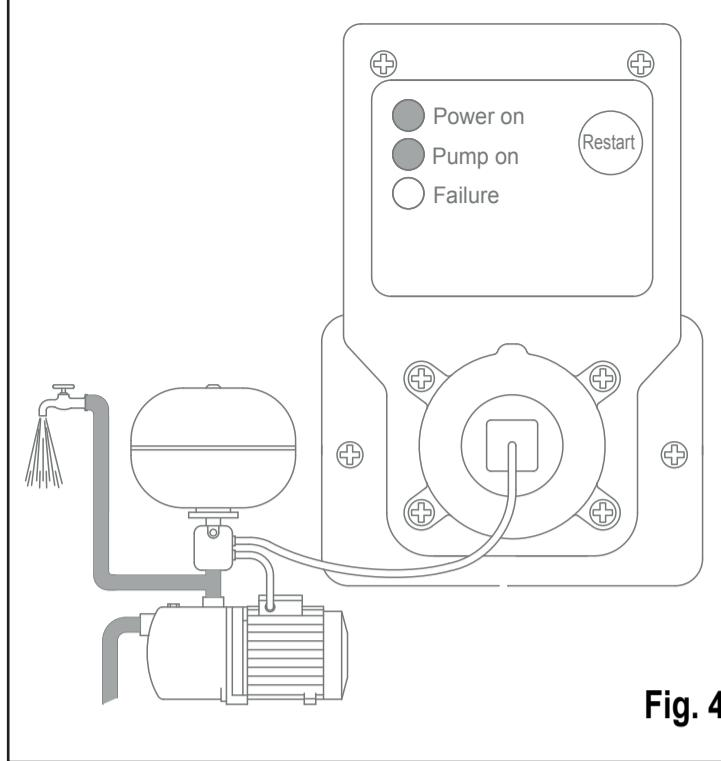

Fig. 4
- Les données du moteur ont été acquises et l'appareil est désormais capable de protéger la pompe (Fig. 4).
- Warten Sie einige Sekunden, bis die rote Led „Failure“ erlischt. Die Motordaten wurden erfasst und das Gerät ist jetzt in der Lage, die Pumpe zu schützen (Abb. 4).
- Подождите несколько секунд, пока красный индикатор «Failure» не погаснет. Данные электродвигателя собраны, защитное устройство готово к работе (рис.4).
- Wacht enkele seconden tot de rode led “Failure” uitgaat. De gegevens van de motor zijn overgenomen en het apparaat is nu in staat om de pomp te beschermen (Fig. 4).